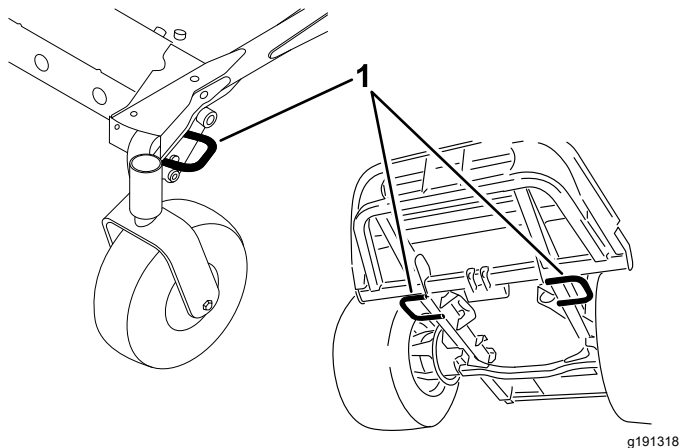

Figure 28
5. Servez-vous des points d'attache de la machine pour l'arrimer solidement sur la remorque ou le véhicule de transport au moyen de sangles, chaînes, câbles ou cordes (Figure 28).